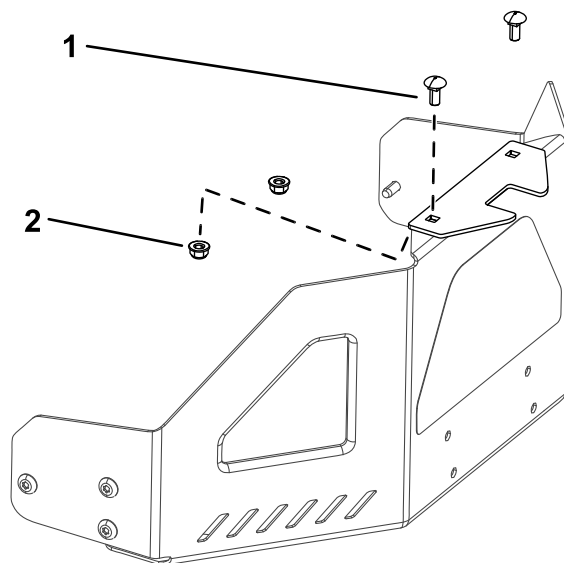

Bild 5
1. Befestigen Sie den Stabilisatorbügel mit zwei Schlossschrauben ($\frac{5}{16}$ " x $\frac{3}{4}$ ") und zwei Sicherungsmuttern ($\frac{5}{16}$ ") an der Motorschutzvorrichtung (**Bild 5**).